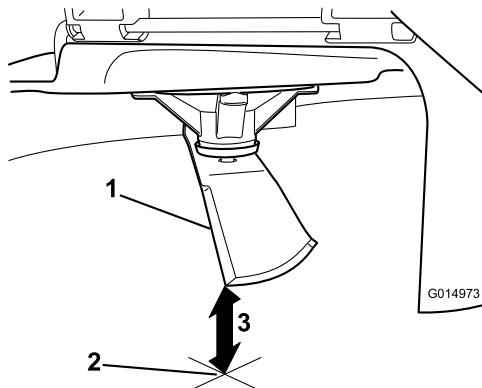

Bild 68
5. Messen Sie von der Messerspitze bis zu ebenen Fläche (**Bild 68**).